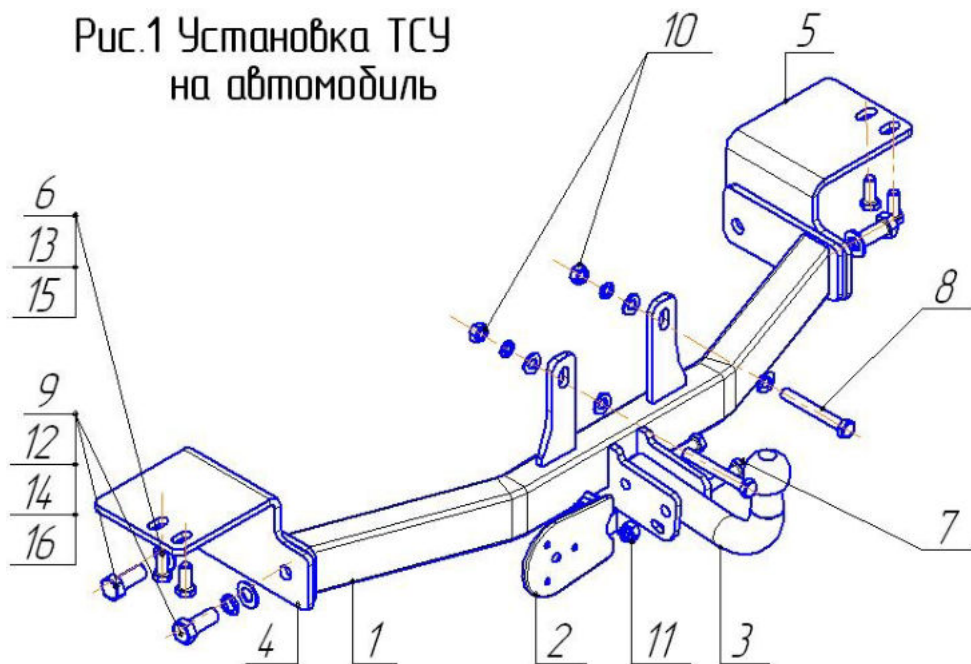

**Рис.1 Установка ТСУ
- Через имеющиеся в лонжеронах автомобиля отверстия закрепить кронштейны поз.4,5 (см.рис.1) с помощью крепежных элементов поз.6,13,15 (крепления не затягивать);